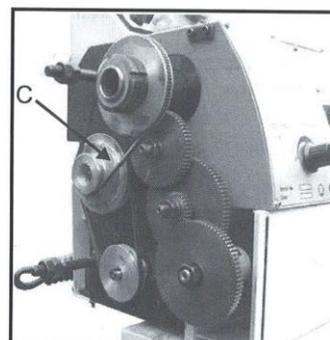

Рис. 16
2. Выставьте правильное положение клинового ремня (С, рис. 16).